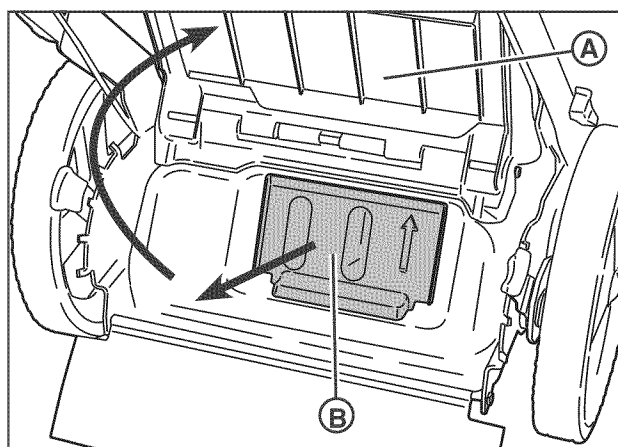

Figure 8: Retrait de l'obturateur de déchetage
1. Afin de monter le sac à herbe sur la tondeuse, soulever la porte arrière (A, Figure 8). Retirez la fiche de déchetage.